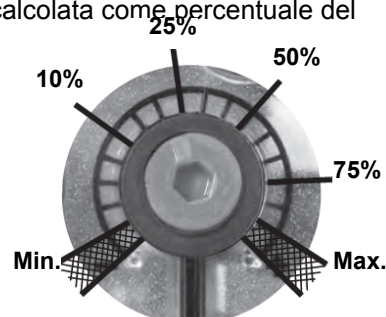

Fig. 7
**ATTENZIONE:** Per impostare la pressione in uscita del regolatore VD-R, agire sull'apposita ghiera di regolazione (Fig. 7)
La posizione dell'indicatore nella ghiera indica il valore della pressione in uscita calcolata come percentuale del fondo scala del sensore PS (Fig. 7)